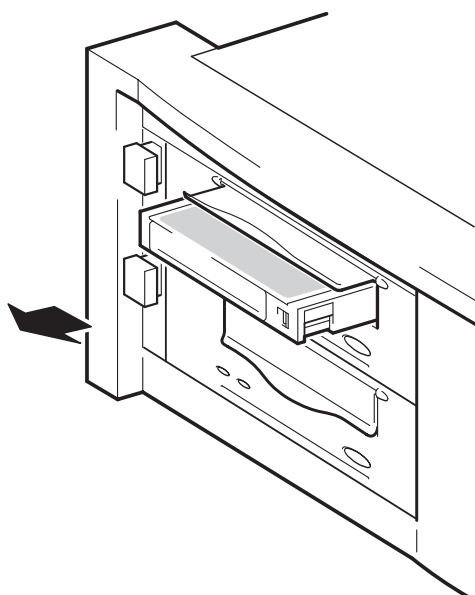

Figura 6b: descarga de un cartucho
- 1 Presione el botón Expulsar del panel frontal. (Véase la figura 6b).